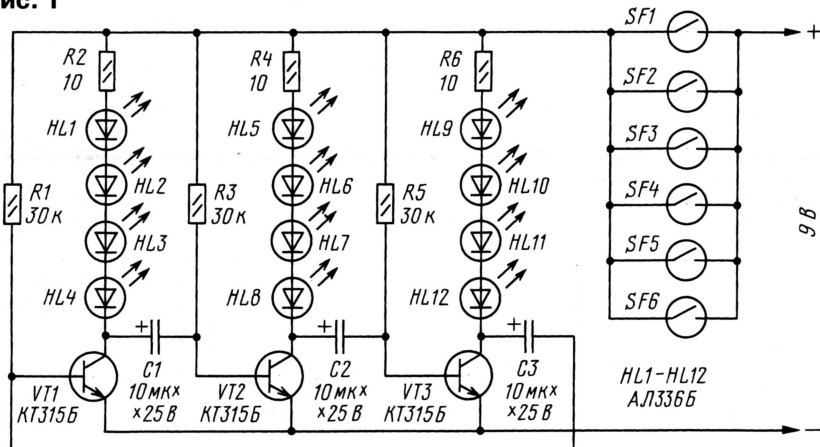

Рис. 2
**Световой индикатор взрыва мины (рис. 2).** На транзисторах VT1—VT3 собран трехфазный мультивибратор, каждый каскад которого нагружен на гирлянду из четырех светодиодов. Резисторы R1, R3, R5 и конденсаторы C1—C3 задают скорость переключения каскадов мультивибратора, а значит, частоту вспышек светодиодных гирлянд. Резисторы R2, R4, R6 ограничивают яркость светодиодов.